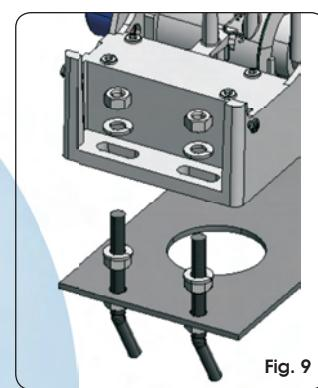

Fig. 9
- ④ Collegare l'operatore sulla piastra utilizzando le rondelle e i dadi in dotazione come da Fig.9.